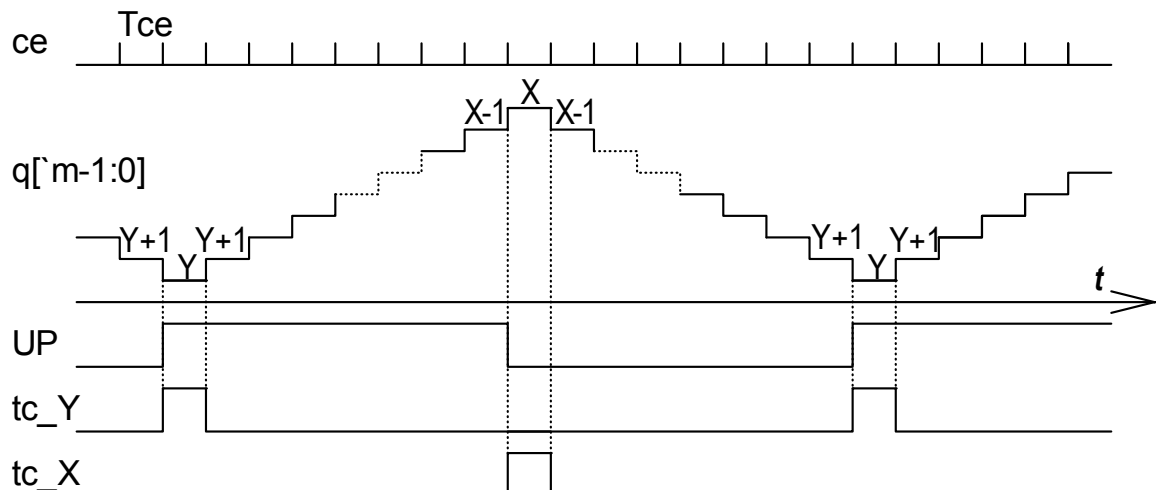

Рис.5 Временные диаграммы генератора "пилы" от Y до X
2.4.1 Начертить в тетради временные диаграммы генератора “пилы” (рис.5).